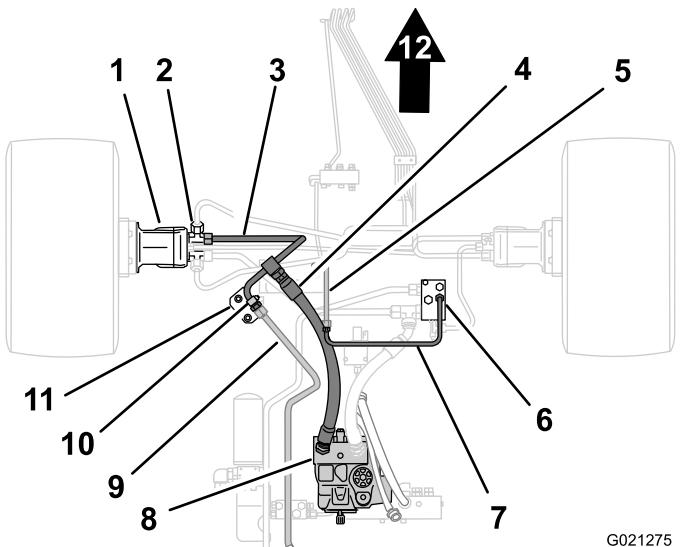
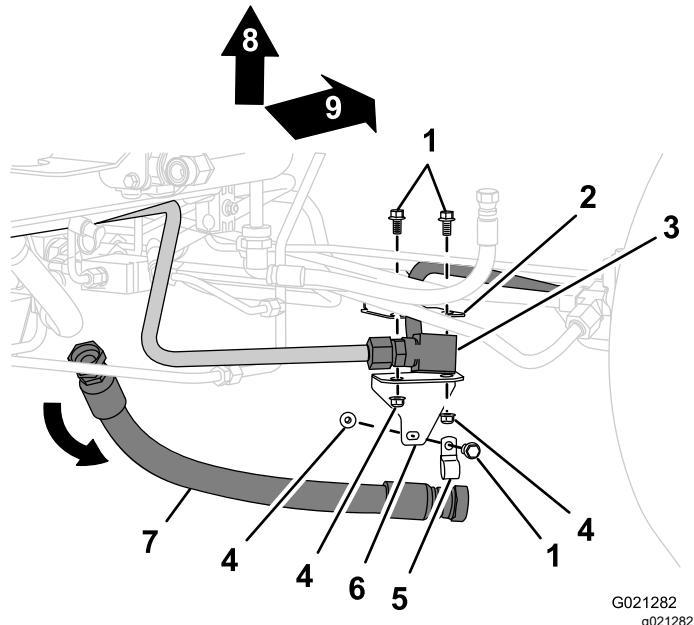

Figura 2
Figura 3
1. Alinhe um recipiente de escoamento com a extremidade frontal da mangueira de pressão (Figura 2).
2. Remova a extremidade frontal da mangueira de pressão da união no tubo divisor e permita que o fluido hidráulico drene da mangueira e do tubo (Figura 3).
3. Remova a extremidade traseira da mangueira de pressão da união na bomba hidráulica e remova a mangueira de pressão; consulte a Figura 2 e a Figura 3.
2. Remova a porca do tubo para a mangueira transversal da união no coletor de tração traseiro (Figura 2 ou Figura 3).
3. Remova a porca do tubo para o tubo do filtro da união no tubo transversal e remova o tubo transversal (Figura 2 ou Figura 3).
1. Remova o parafuso e a porca que fixam o tubo divisor ao suporte do tubo e remova a abraçadeira (Figura 3 ou Figura 2).
2. Remova os dois parafusos e as duas porcas que fixam o suporte do tubo ao suporte do chassis (Figura 3 ou Figura 2).
2. Remova a porca do tubo do tubo divisor da união em T no motor de tração esquerdo frontal e remova o tubo da máquina (Figura 2 ou Figura 3).